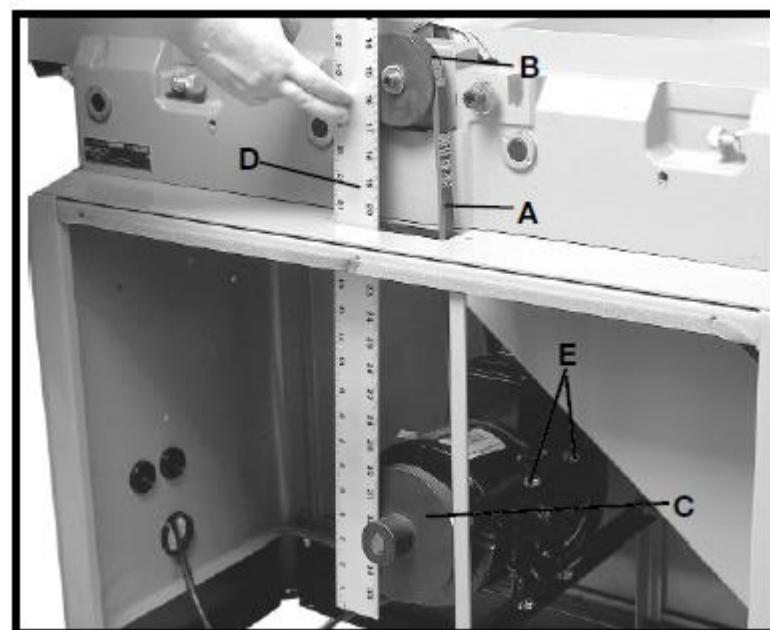

Рис. 6
1. Поместить ремень (A), рис. 6, в канавку шкива режущего вала (B) и шкива двигателя (C).
2. Проверить, чтобы шкив (C) двигателя, рис. 6, был надлежащим образом совмешён со шкивом (B) режущего вала, приложив поверочную линейку (D), рис. 6, к торцам каждого шкива, как показано на рисунке.
3. При необходимости в регулировке шкивов двигателя можно перемещать вперёд-назад по валу двигателя, либо двигатель можно смещать, ослабив крепёжные болты, два из которых показаны в поз. (E), рис. 6. После выполнения регулировки затянуть крепёжные элементы двигателя и установочный винт шкива двигателя.